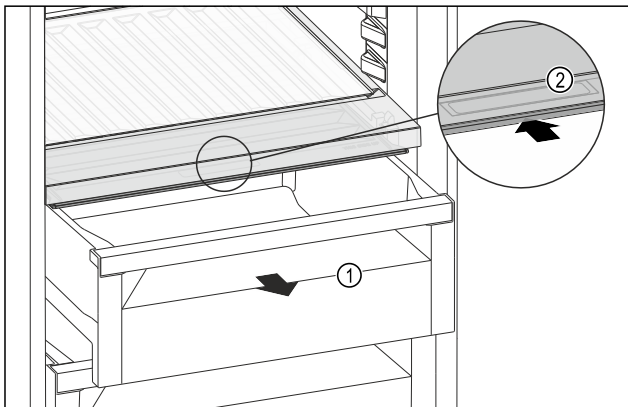

Fig. 161
- ▶ Schubfach Fig. 161 (1) herausziehen.
- ▶ Griffmulde Fig. 161 (2) am Fachdeckel anfassen und Fachdeckel gleichzeitig nach hinten schieben.